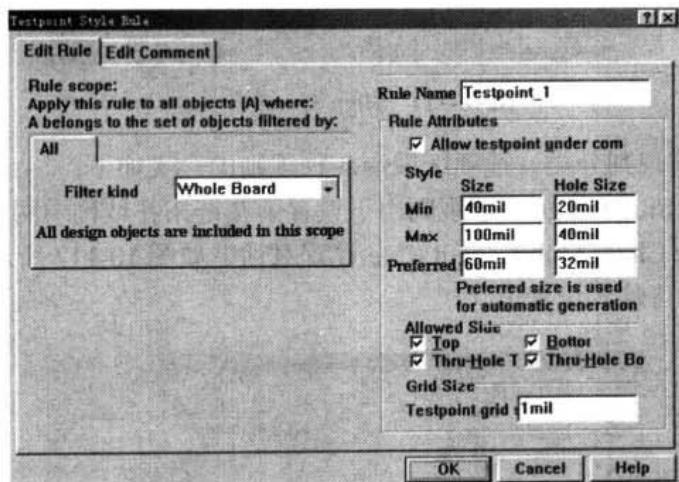

图 10-109 Testpoint Style Rule（测试点参数）设置对话框
- Testpoint Style: 测试点参数。该规则用于设置可作为测试点的焊盘和过孔的物理参数，适用于确定测试点、自动布线和在线 DRC 检查过程。其测试点设置对话框，如图 10-109 所示。需要设置的参数有 3 项：Style（样式），包括 Size（测试点尺寸）、Hole Size（孔径尺寸）、Allowed Side（适用层面）和 Grid Size（栅格尺寸）；测试点尺寸；孔径尺寸，需要设置其 Max（最大值）、Min（最小值）和 Preferred（首选值）。